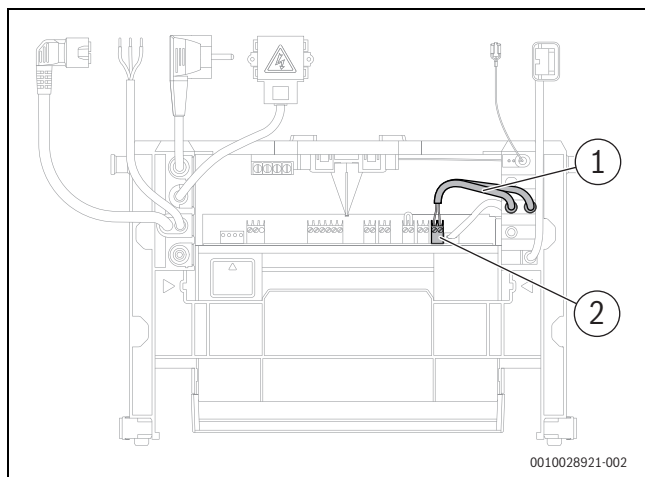

Fig. 123 Raccorder le câble EMS-BUS du module solaire MS 100 et de l'unité de commande au côté basse tension
- Installer le double serre-câbles avec les deux câbles EMS-BUS dans le logement du boîtier de commande (→ Figure 123, [1]).
- Raccorder le connecteur avec les deux câbles à l'emplacement BUS (→ Figure 123, [2]).